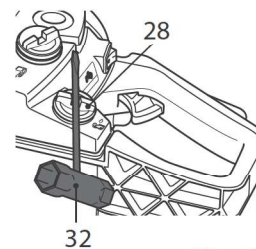

Fig. 17
- > Limpe o combustível derramado com um pano suave e volte a colocar a tampa (28) do depósito de óleo da corrente. Use a chave combinada (32) para apertar bem a tampa (28) (Fig. 17).